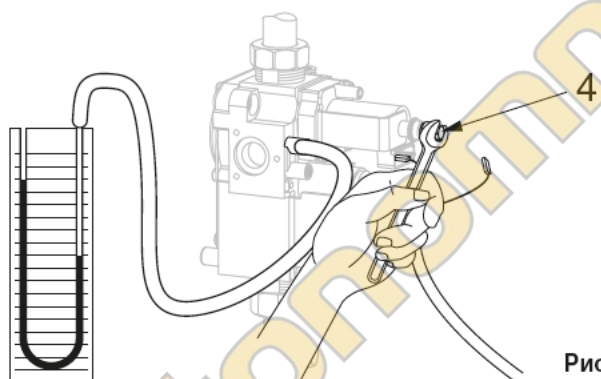

Рис. 18
- отсоедините провод питания регулировочного электромагнитного клапана (рис. 18)
- с помощью плоского ключа на 5 поворачивайте винт 4, удерживая гайку 3 (рис. 18) доведите значение давления до величины указанной в таблице **“Минимальная мощность.”**